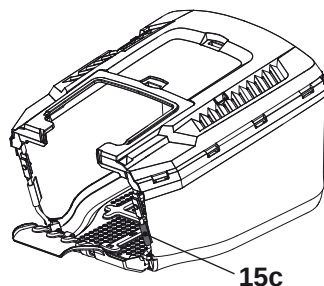

Fig. 6
- > Clipsez la lèvre en caoutchouc (15c) sur la tige de support (15d) du bac de ramassage (Fig. 6).